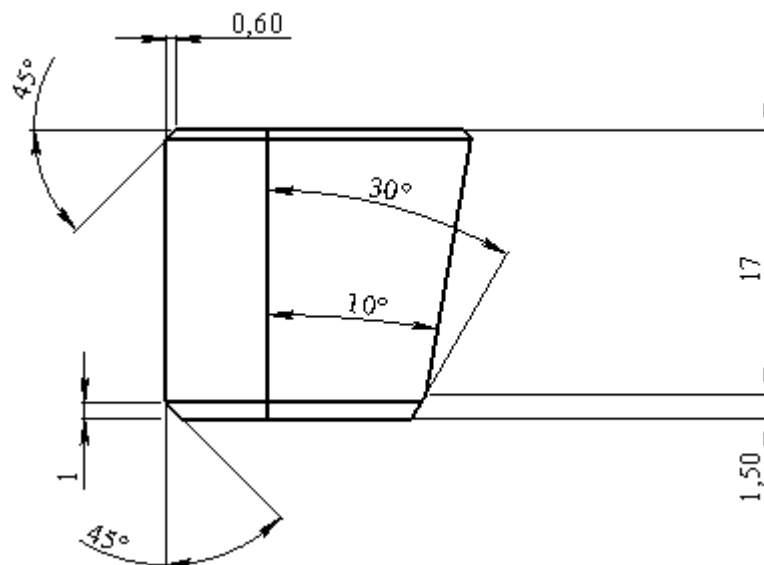

Рис. 13
7. Измените направления стрелок размеров:  $\varnothing 8$  и  $\varnothing 1.5, 17$ . Для этого поочерёдно: выберите размер и, после того как размер будет выделен, нажмите на маркер (зелёную точку), расположенный на стрелке размера. Стрелки размера разворачиваются на  $180^\circ$ . Повторите операцию для других размеров, так чтобы чертёж соответствовал рис. 13.